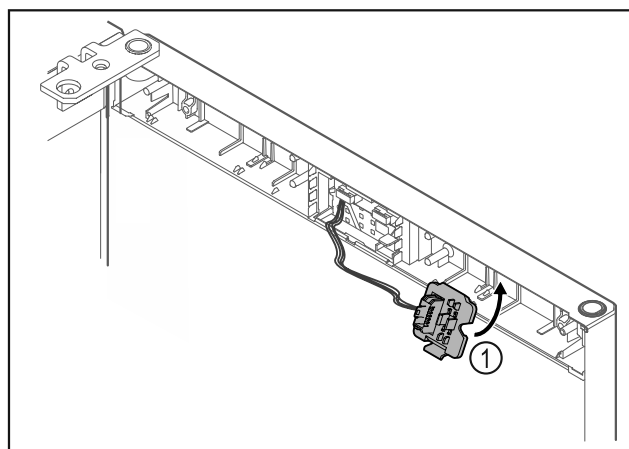

Fig. 17
- Accrocher le support de connecteur Fig. 17 (1) de l'autre côté.